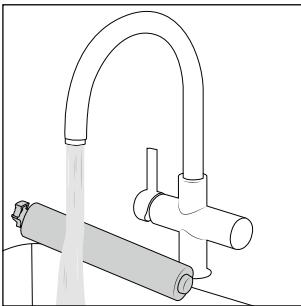

Fig. 35
- ◆ Nettoyez la protection antiprojections **7** et le rouleau brosse **6** à l'eau courante chaude (voir fig. 35).